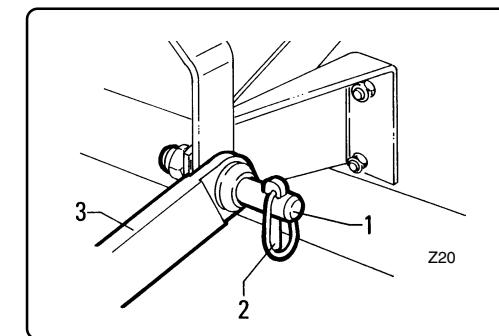

fig. 4.2.1
- En marche arrière, approcher le tracteur de la machine, en alignant les bras de relevage aux deux axes latéraux d'attelage "1" fig. 4.2.1.
- Les fixer avec les goupilles de sécurité "2" fig. 4.2.1.